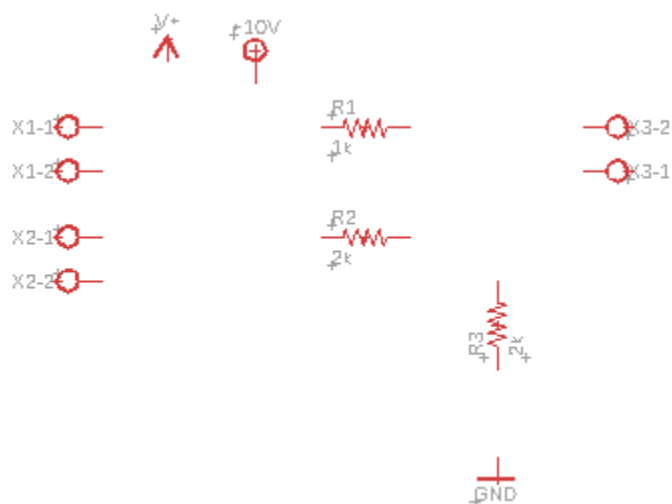

Figura 8: Ubicación sugerida de los componentes.
17. En la **ventana Schematic**, utilice las herramientas **Move** y **Rotate** para colocar los componentes en la posición mostrada en la Figura 8.